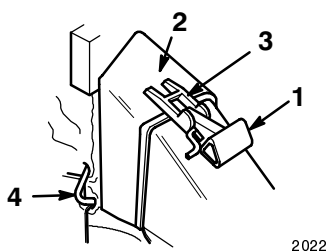

Figura 39
Nota: La guarda del cepillo no está representada en la Figura 39 por razones de simplicidad.
16. Coloque la abertura de la puerta del saco sobre el la abertura del canal de descarga tal como se muestra en la Figura 39.